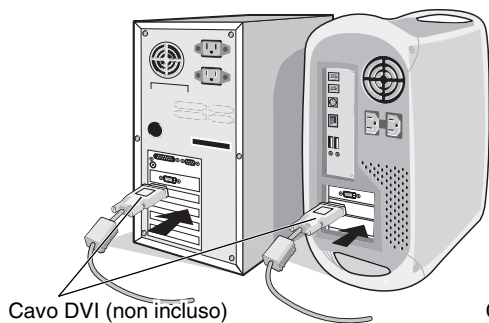

Figura A.1
2. **Per PC o Mac con uscita digitale DVI:** Collegare il cavo segnali Dual Link DVI al connettore della scheda video del sistema (**Figura A.1**). Serrare tutte le viti.